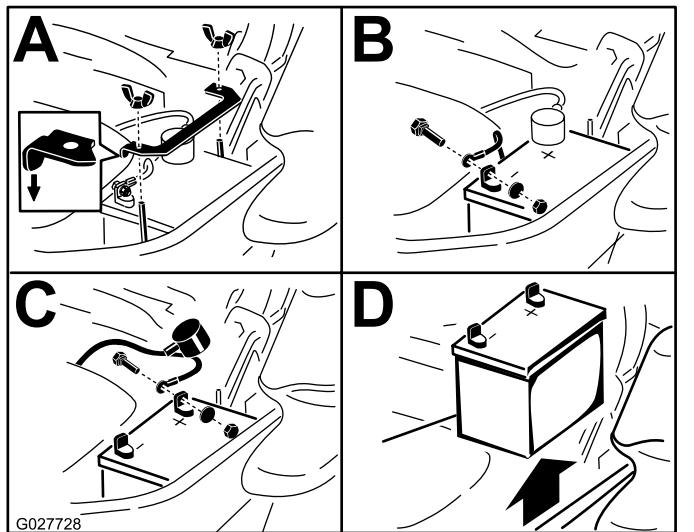

Bild 55
3. Nehmen Sie die Batterie heraus, wie in Bild 55 abgebildet.